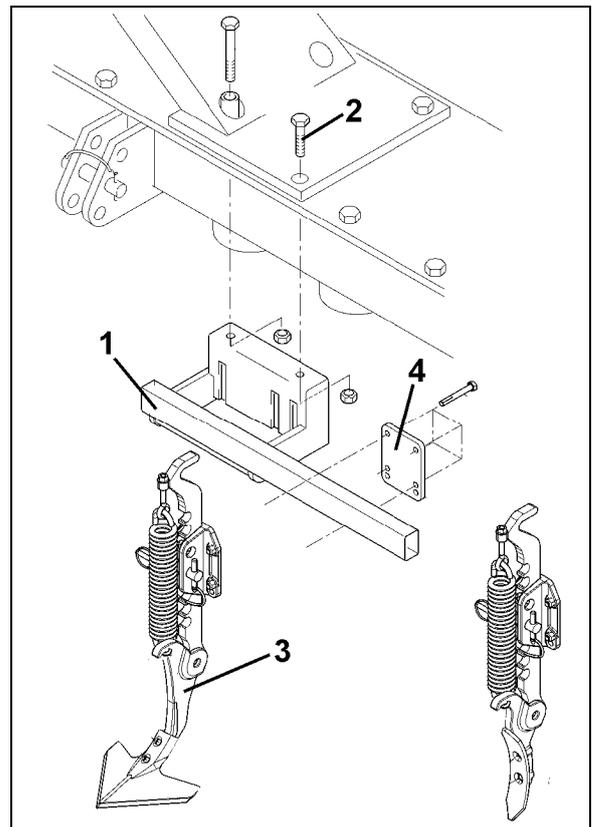

Fig. 21
L'outil de préparation du sol peut travailler à faible profondeur, à condition d'égaliser au préalable les traces profondes à l'aide des effaceurs de traces de roue de tracteur (Fig. 21).
2. Vissez le tube porteur (Fig. 21/1) à l'outil de préparation du sol avec les deux vis de fixation supérieures (Fig. 21/2).
3. Fixez l'effaceur de traces (Fig. 21/3) au tube porteur avec les plaques de serrage (Fig. 21/4) et les vis.